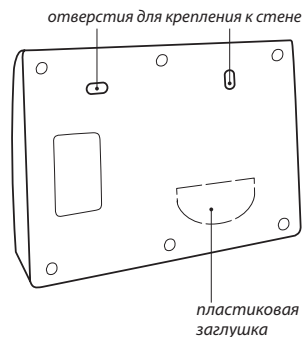

Рис. 8. Вид модуля управления Neptune ProW+ сзади
2. Закрепите Модуль управления на ровной поверхности, например на стене, через отверстия в корпусе при помощи двух саморезов 3,0×25 мм (Рис. 8).